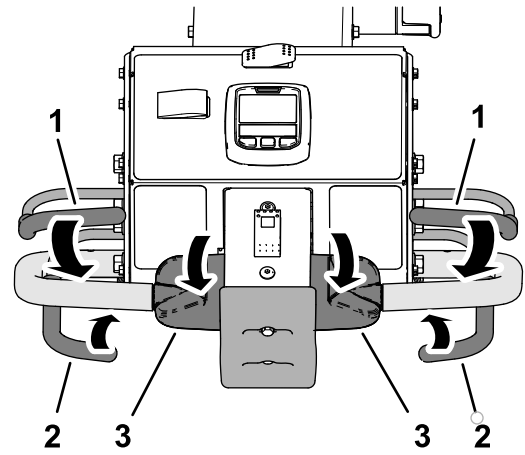

图 37
2. 抓住手把的任一操作员到位把手并向前旋转牵引控制装置的顶部然后握住打孔把手图 37。